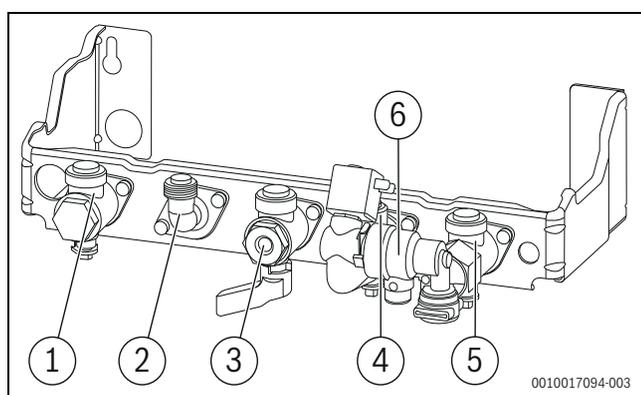

Fig. 26 Raccordements côté gaz et eau
- ▶ Rabattre l'appareil de commande (→fig. 26, page 20).